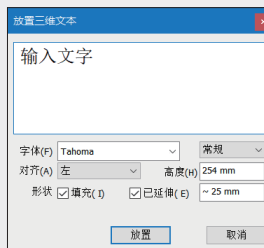

图3-93
- 01 选中“3D 文本”工具，弹出“放置三维文本”对话框，如图3-93所示。